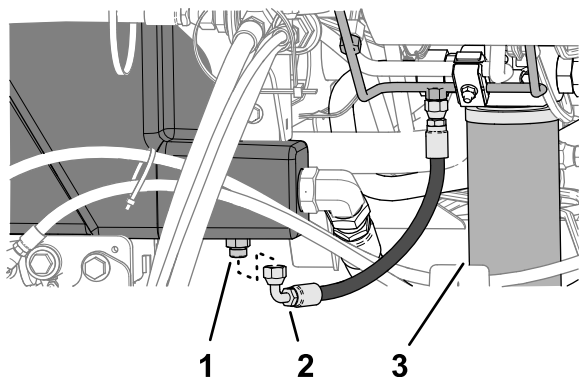

Figure 151
2. Placez un grand bac de vidange sous le raccord droit (Figure 151) du réservoir de liquide hydraulique ; voir Capacité de liquide hydraulique : \(page 83\).